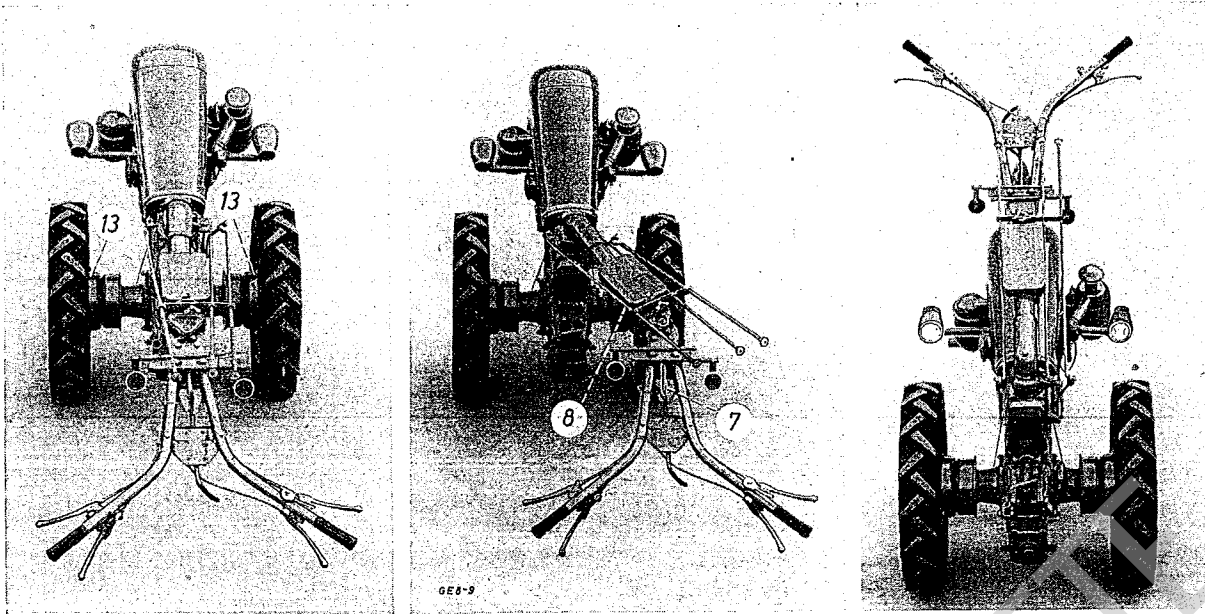

Bild 2: Verstellmöglichkeiten des Lenkholms am Schlepper E 8
Nach Ziehen der **Zugstange** (8) kann der Hauptholm um 180° im Uhrzeigersinn geschwenkt und festgelegt werden. Die Schaltstangen werden nach hinten gelegt. Dabei ist zu beachten, daß beide Schalthebel (10) und (11) auf gleicher Höhe stehen. Das Splintloch der Schaltstangen muß nach innen zeigen (Bild 2). Schaltstangenlager wieder in die Befestigungsplatte einhängen. Flügelmutter fest anziehen. Beim Schwenken des Holms rastet die Schnellgangssperre automatisch ein. Der Schnellgang kann jetzt nicht mehr geschaltet werden. **Diese sinnreiche Einrichtung dient Ihrer Sicherheit.**
Auf Wunsch liefern wir eine vorschriftsmäßige Beleuchtungs- und Signalanlage für den Schlepper. Besonders möchten wir darauf hinweisen, daß hier die Möglichkeit besteht, den abnehmbaren Scheinwerferhalter um 180° zu drehen (s. Bild 2 Seite 5). Damit ist die vorschriftsmäßige Fahrbahnbeleuchtung für gezogene und geschobene Anbaugeräte gewährleistet (StVZO § 50 Abs. 3 Anmerk. 18). Beide Befestigungsschrauben für den Scheinwerferhalter fest anziehen. Die beiden Steckerteile müssen so zusammengesteckt werden, daß deren Kabelbefestigungsschrauben auf der gleichen Seite liegen. Beachte rote Farbflächen!